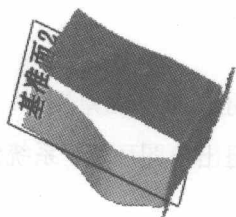

图 1.13 斜接法兰 2
Step5. 创建图 1.13 所示的钣金特征——斜接法兰 2。